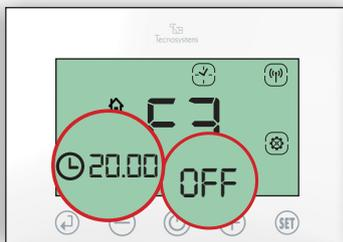

Fig.29
- 3.3 Impostare l'orario di spegnimento OFF della fascia F3 (20.00) e confermare con (↵). (Fig.29)